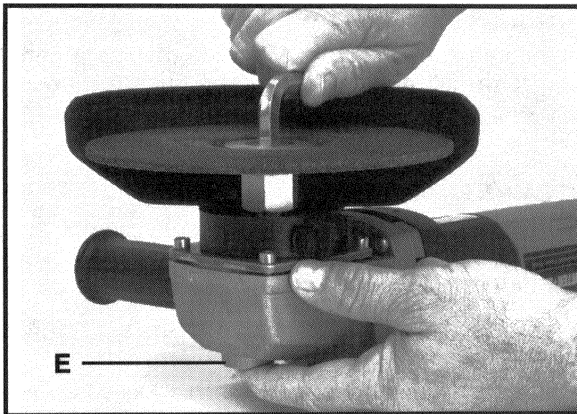

Fig. 6
6. Enfoncez et tenez le bouton de blocage (E) Fig. 6 du mandrin, utilisez une clé hexagonale (provenant du nécessaire 54347) pour tourner lentement l'écrou de retenue en sens horaire jusqu'à ce que le blocage du mandrin s'engage, puis serrez fermement l'écrou de retenue.